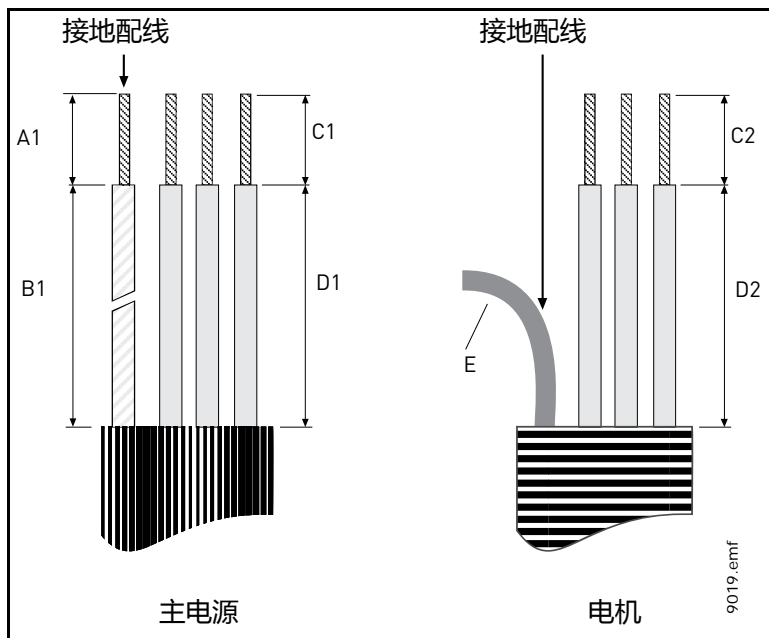
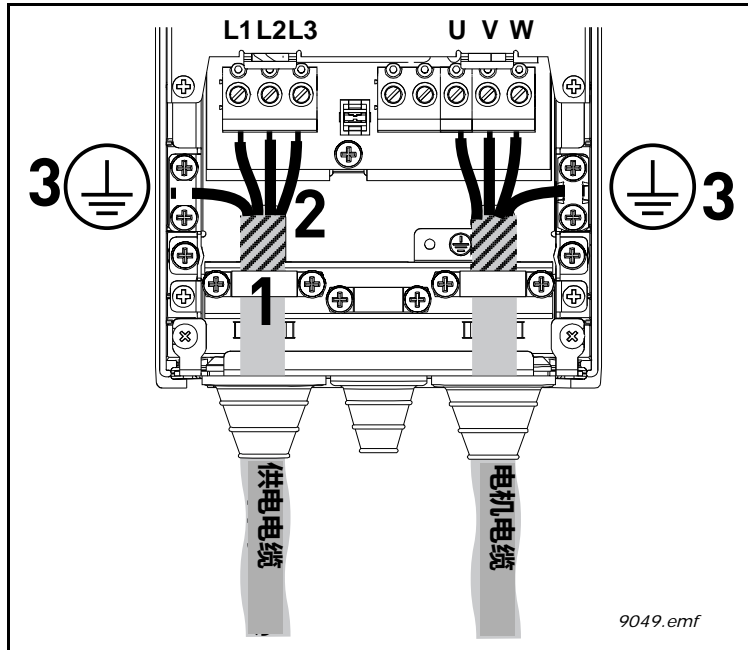

图 22. 剥除电缆绝缘层
图 29.
7 如图 29 所示连接剥好头的电缆（参见图 22 和表 19）。
- 为了使电缆与电缆夹 360 度完全相连，将三条电缆的屏蔽层露出 (1)。
- 将供电，制动和电机电缆的（相）导线分别与它们的端子相连 (2)。
- 将三个电缆屏蔽层剩余部分辫成辫子状并按图 29(3) 中所示用电缆夹接地，确保辫子长度足够且不超过安装到端子的距离。